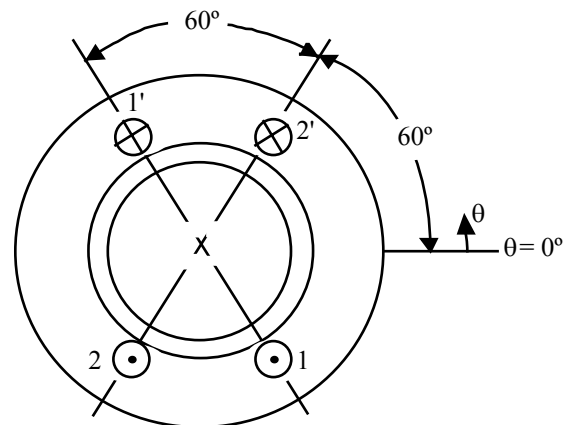

Figura 5.2
5.5.- Repetir el problema 5.1 para la máquina de la Figura 5.2.